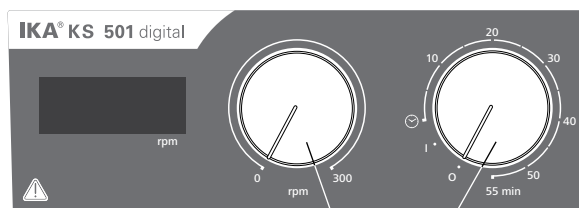

Fig. 3
- ☞ Per accendere l'apparecchio, ruotare la manopola **"On/Off"** e posizionare la manopola **"Timer"** (B, ved. Fig. 3) in senso orario sulla posizione **"1"**.
- ☞ Per spegnere l'apparecchio, ruotare la manopola **"On/Off"** e posizionare la manopola **"Timer"** (B) sulla posizione **"0"**.
- ☞ Regolare il numero di giri del motore con la manopola **"Numero di giri"** (C, ved. Fig. 3). Il numero di giri del motore può essere impostato da 0 a 300 rpm.